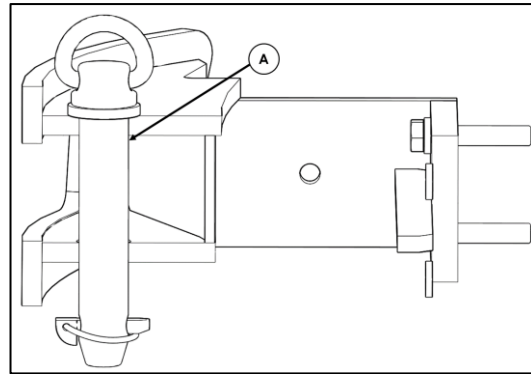

Abb. 128 – ZUGHAKEN
- a. Zum Ziehen des Traktors können Sie den Zughaken (A in Abb. 128) verwenden (Bolzendurchmesser: 30,0 + 1,5/- 0,0 mm).